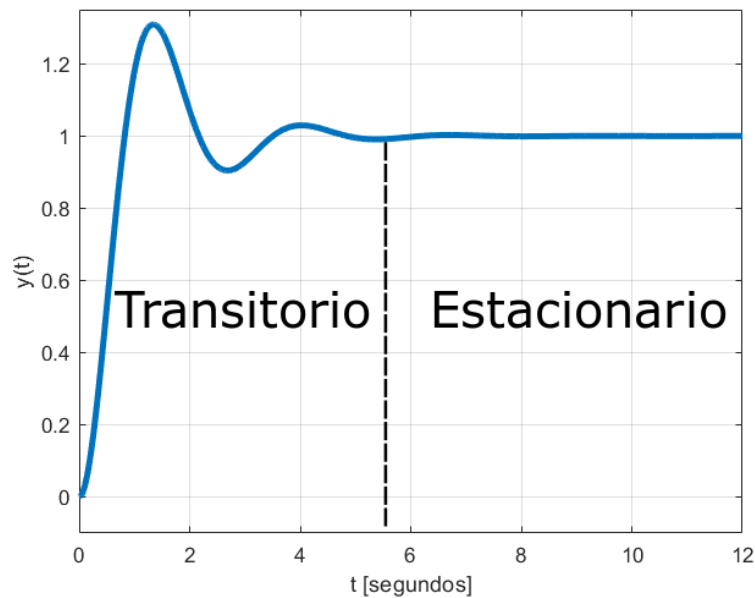

Figura 1. Respuesta transitoria y respuesta en estado estacionario
- Respuesta Transitoria ($y_T(t)$): Parte de la respuesta total que va del estado inicial al final, ver Figura 1.
- Respuesta en estado estacionario o permanente ($y_{EE}(t)$): Parte de la respuesta que se comporta la salida conforme el tiempo tiende al infinito, ver Figura 1.